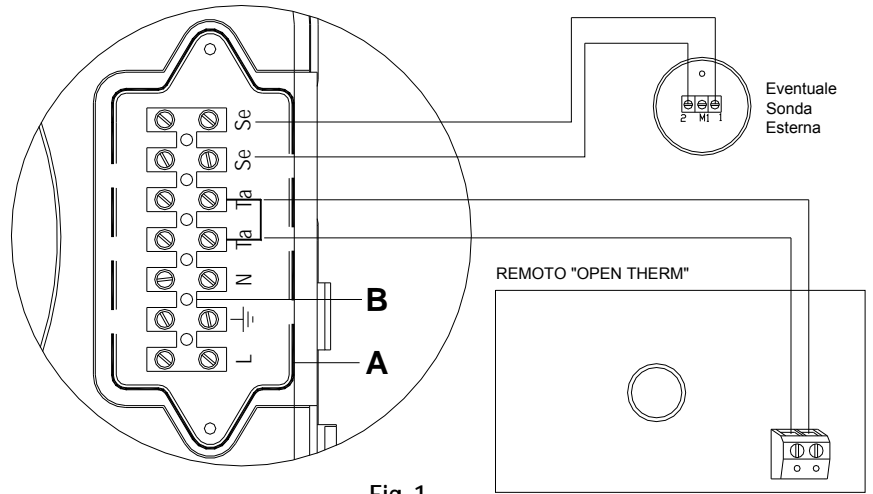

Fig. 1
- svitare le viti e rimuovere il piastrino A (vedi fig. 1).;
- svitare le viti e rimuovere il piastrino A (vedi fig. 1).